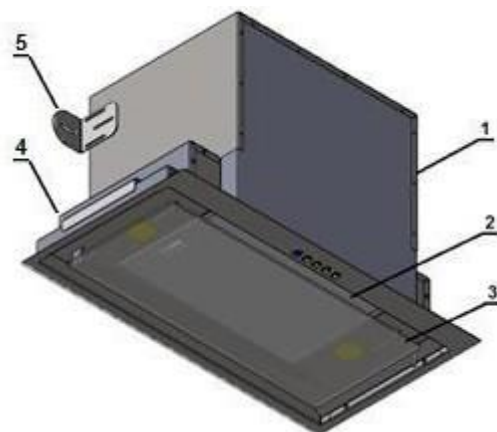
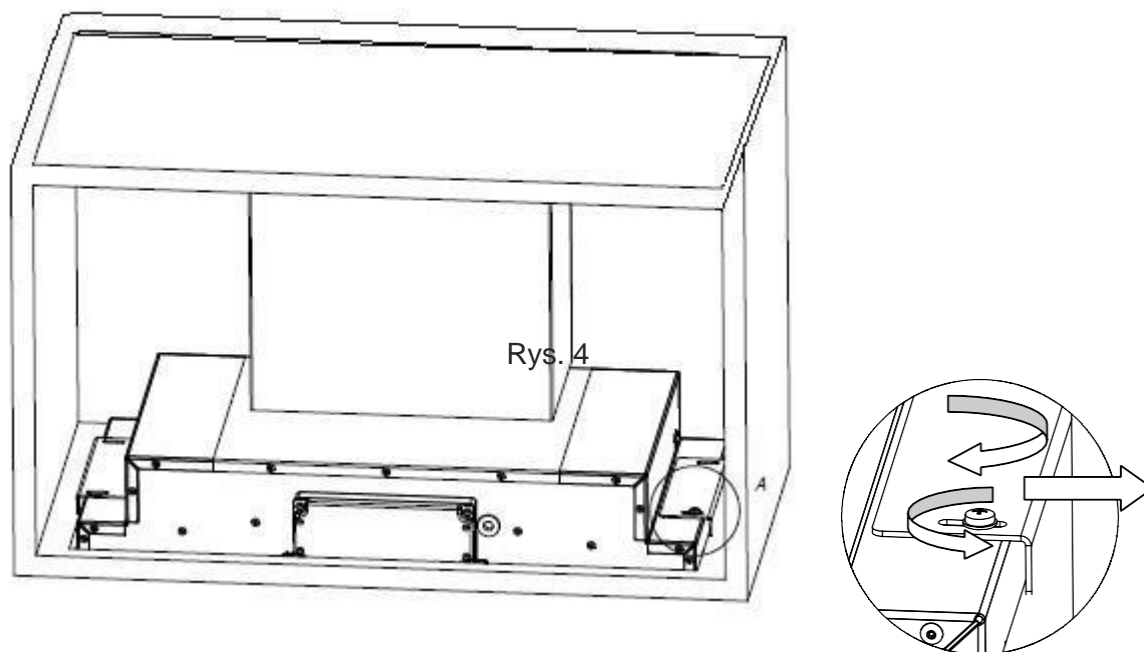

Рис. 1
Рис. 3
КОМПЛЕКТУЮЩИЕ ДЛЯ СБОРКИ (рис. 1)
4. Отвинтить 4 винта М4х10 и выдвинуть крепежные пластины (4) (рис. 1) в сторону стенок шкафов, пока не зайдут на дно шкафчика. Затем плотно затянуть болты (рис. 3).
5. Вытяжку можно прикрутить также к задней стенке шкафчика с помощью кронштейнов (5) (рис. 1), которые входят в комплект (рис. 4).